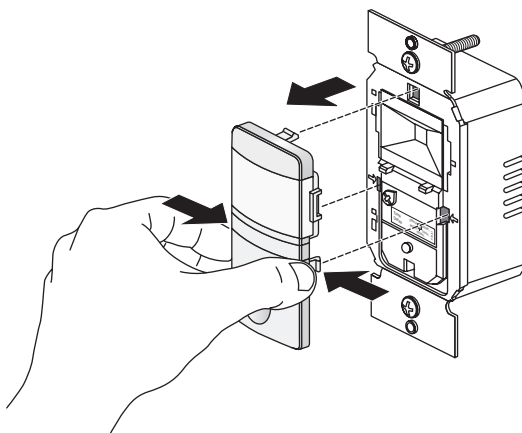

Fig. 5: Retrait de la protection avant
2. Saisissez fermement les bords de la protection avant directement en dessous de la lentille au niveau de l'inscription « open » (ouvrir) (voir la figure 5). Poussez un côté en premier jusqu'à ce qu'il se détache, puis l'autre. Retirez la protection avant de l'unité.